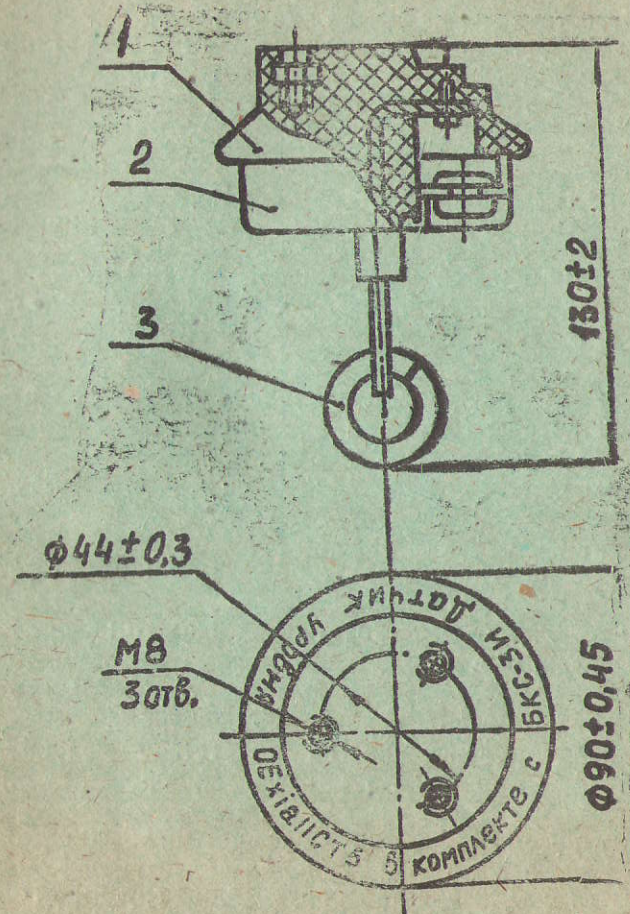

Рис. 7. Датчик уровня.
4.7. Конструкция датчика приведена на рис. 7.